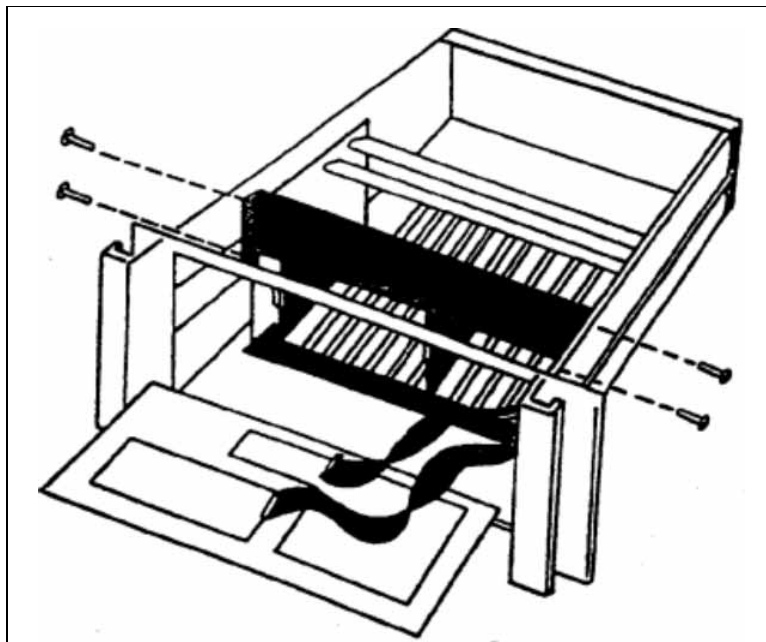

FIGURA 1-4
- Rimuovere le quattro viti di fissaggio del pannello frontale e posarlo a faccia in giù su di una superficie morbida, come illustrato in Figura 1-4. Fare attenzione a non graffiare la finestra del display, a non separare il nastro del pannello frontale ed a non staccare i cavi dai relativi connettori. Come prima, riavvitarle parzialmente le viti di fissaggio del pannello frontale nei fori dai quali sono state rimosse per evitare di perderle.
- a) Posizionare la barra di protezione delle Schede di Linea, ovvero la barra nera che copre la parte superiore dei dodici alloggiamenti delle Schede. Come illustrato in Figura 1-4, la barra è mantenuta in posizione da una combinazione vite/rondella/dado posizionata su ciascun lato del Cp-220A.